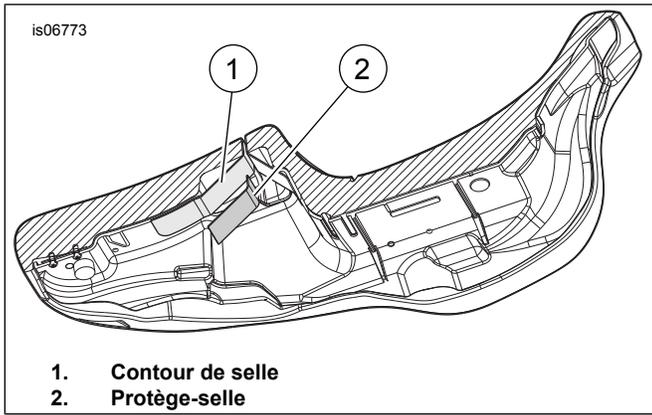

Figure 4. Dessous de siège
13. Voir la figure 4. Noter la forme de la surface que le protège-selle (2) va couvrir et mettre délicatement en forme ce dernier pour qu'il épouse au mieux les contours de la selle (1).